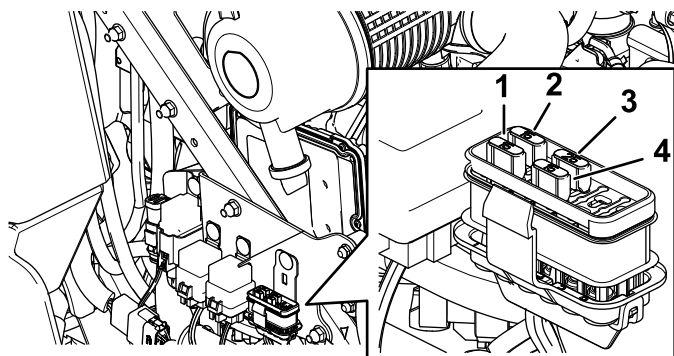

Bild 48
3. Setzen Sie eine neue Sicherung ein (Bild 48).